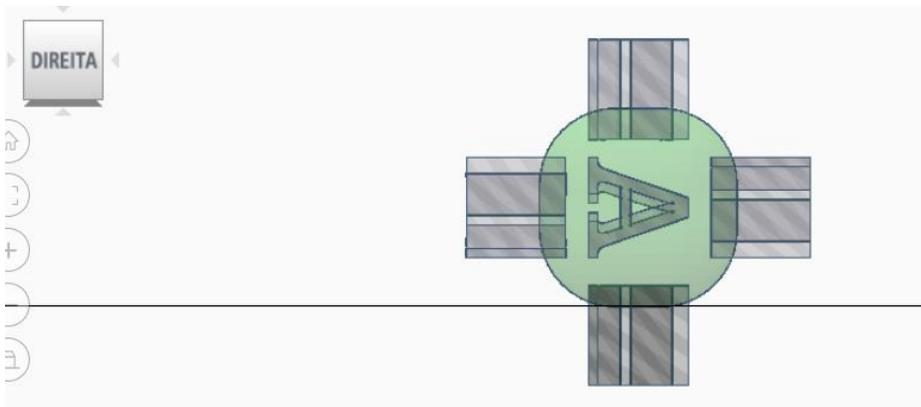

Figura 24. Organização final das letras na visão direita.
19. Organize as letras giradas para ficarem no lugar correto do dado, como na Figura 24.